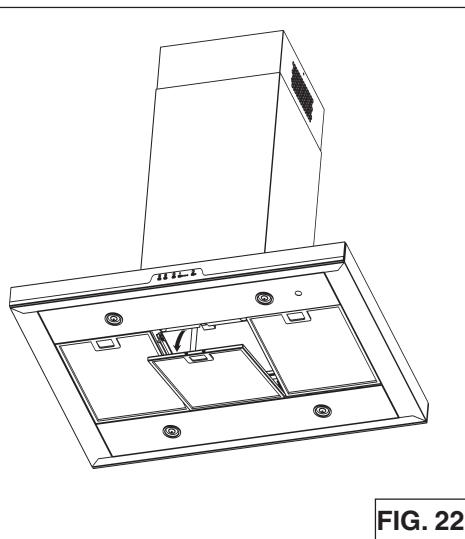

FIG. 22
1. Pour enlever le filtre à graisses tirez la languette du loquet vers le bas pour dégager le filtre de la hotte. Inclinez le filtre vers le bas et enlevez-le (Fig.22).